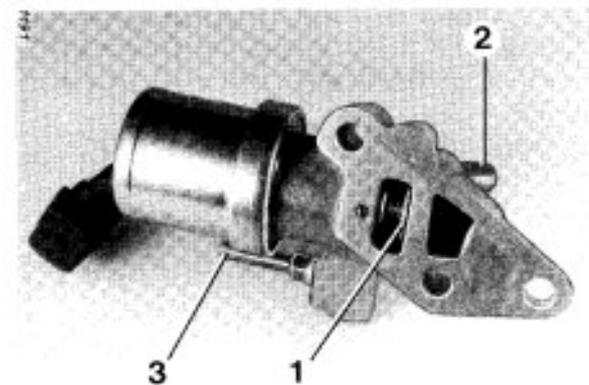

Bild 23
6. ELEKTRISCHES SCHWIMMERKAMMER-UMSCHALT- BELÜFTUNGSVENTIL (Bild 23)
- Schwimmerkammer-Umschaltbelüftungsventil abschrauben und mit Spannung beaufschlagen. Die Ventilplatte (1) wird angezogen, die Verbindung zwischen Schwimmerkammer und den Anschlüssen (2 und 3) sind unterbrochen.